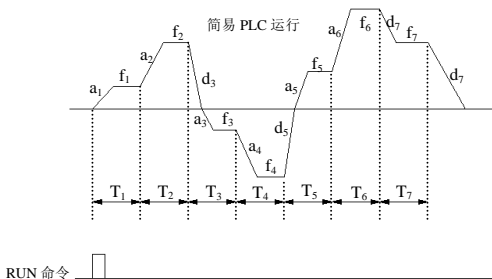

图 6-22 PLC 单循环后停机方式
EDS800 系列变频器简易 PLC 运行功能提供 7 种多段速运行方式，以下以 7 段速为例说明。图 6-22 中， $a_1 \sim a_5$ 、 $d_1 \sim d_5$  为所处阶段的加速和减速时间，由加减速度时间参数 F0.08、F0.09 及 F2.18~F2.29 共 7 种参数设定， $f_1 \sim f_7$ 、 $T_1 \sim T_7$  所指的运行频率和运行时间由功能码 F4.01~F4.14 设置。
**1：单循环后停机**.如图 6-22，变频器完成一个循环后自动停机，需要再次给出运行命令才能启动。